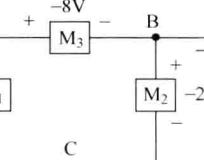

图 1-1-10
(2) 以 B 为参考点，如图 1-1-10 所示，则 $V_B=0$